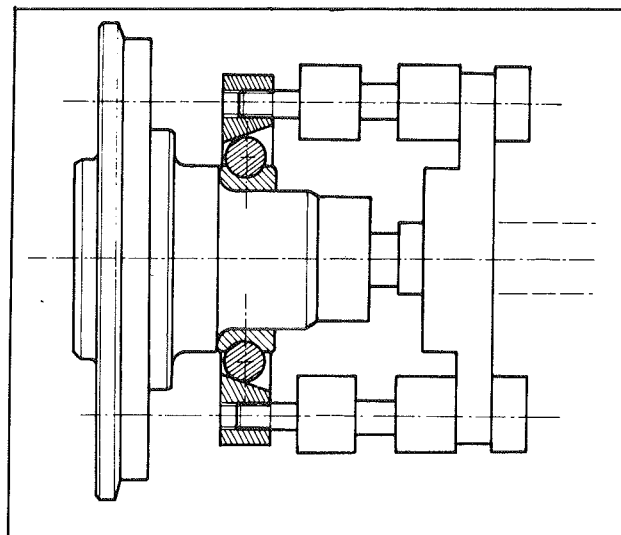

Fig. 6
- Extraire le chemin de roulement resté sur le moyeu à l'aide du montage 20915 P + 39962 K (fig. 6).